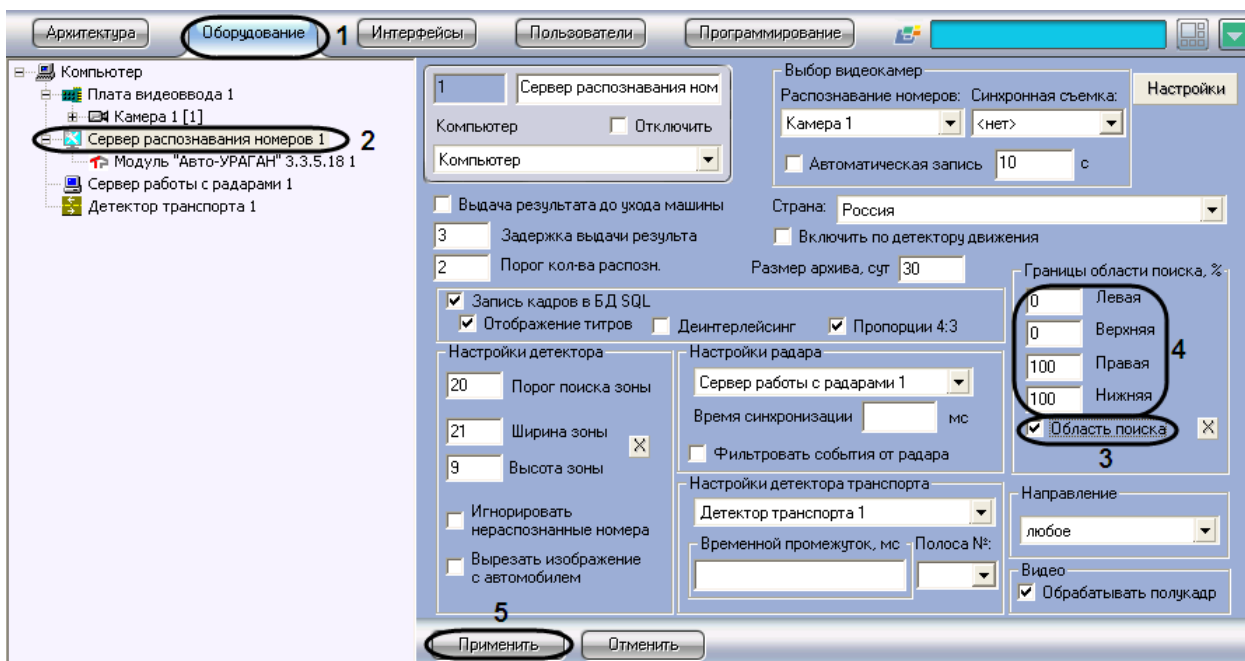

Рис. 7.2-21. Указание границ зоны поиска номерного знака
1. В диалоговом окне «Настройка системы» перейти на вкладку «Оборудование» (Рис. 7.2-21, 1).
2. В дереве объектов на вкладке «Оборудование» выбрать объект «Сервер распознавания номеров», соответствующий активированному программному модулю «Авто-УРАГАН 3.3.5.18», «CARMEN-паркинг» или «CARMEN-Авто» (см. раздел «Активация программного модуля, используемого для распознавания номеров», Рис. 7.2-21, 2). В правой части вкладки «Оборудование» отобразится панель настройки выбранного объекта.
3. Установить флажок «Область поиска» для активации функции указания границы зоны поиска номерного знака транспортного средства в кадре видеоизображения (см. Рис. 7.2-21, 3).
4. В полях «Левая», «Верхняя», «Правая», «Нижняя» задать значения границ зоны поиска номерного знака транспортного средства в кадре видеоизображения (см. Рис. 7.2-21, 4). Значения в полях «Левая», «Верхняя», «Правая», «Нижняя» выражаются в процентах относительно размеров окна видеонаблюдения.
5. Нажать кнопку «Применить» (см. Рис. 7.2-21, 5).